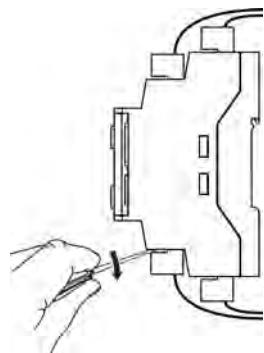

Рисунок 4.3 – Отсоединение съемных частей клемм
- Отсоединить съемные части клемм от прибора (см. рисунок 4.3).